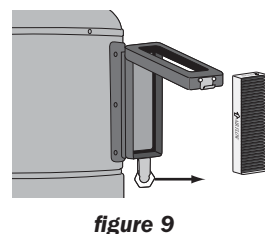

figure 9
2. Retirer le filtre usagé et le jeter (**figure 9**).